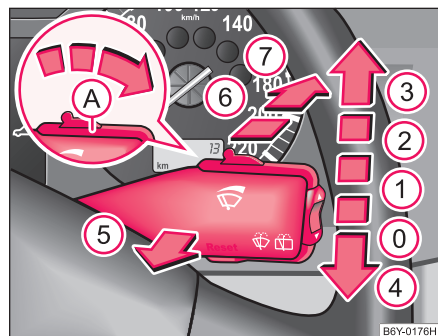

Fig. 39 Maneta de acționare a ștergătoarelor de parbriz
Maneta de acționare a ștergătoarelor de parbriz ⇒ Fig. 39 are următoarele poziții:
În aprox. 3 secunde de la acționarea manetei în poziția ⑤ ⇒ Pagina 60, Fig. 39, timp de o secundă, farurile vor fi spălate.